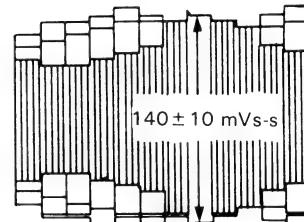

Abbildung 2-9.
- Den R3304 (FM-Aufnahmeregler) so einstellen, daß der Synchronboden-Pegel bei  $140 \pm 10 \text{ mVs-s}$  (siehe Abb. 2-9) liegt.